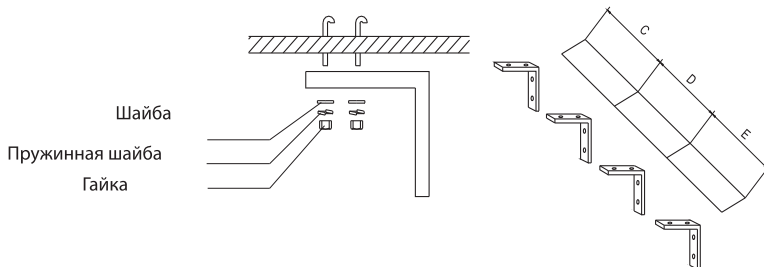

Рис. 8 – Крепление завесы к потолку
7.3 При установке завесы на потолке используются специально изготовленные кронштейны (приобретаются потребителем) (Рис.8).